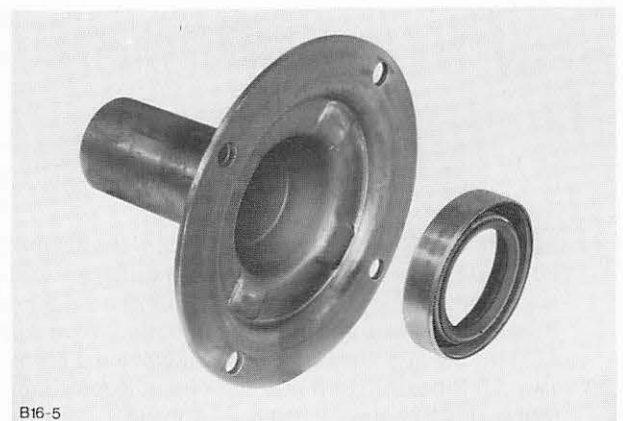

Abb. 55 Dichtring-Führungshülse
38. Neuen Dichtring, mit der Dichtlippe im eingebauten Zustand zum Getriebegehäuse zeigend, mit einem passenden Rohr vorsichtig eintreiben. Abb. 55. Dichtringlippe mit Mehrzweckfett bestreichen.